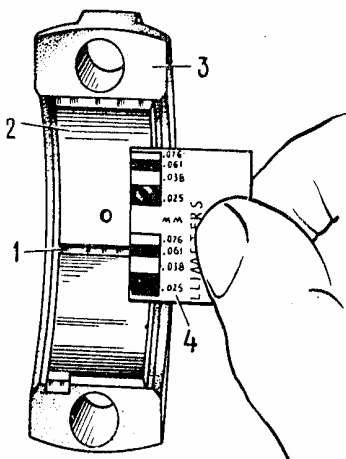

Fig. 2-29. Medición con ayuda de la escala de la anchura de un alambre calibrado después de aplastarlo:
- quitar el sombrerete y, por la escala marcada en el embalaje, según el aplastamiento del alambre (fig.2-29) determinar el valor de la holgura.